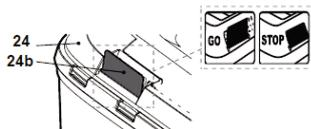

Fig. 16 Position ouverte
1. Tant que le loquet (24b) est ouvert, le collecteur d'herbe (24) peut encore recueillir de l'herbe (Fig. 16).